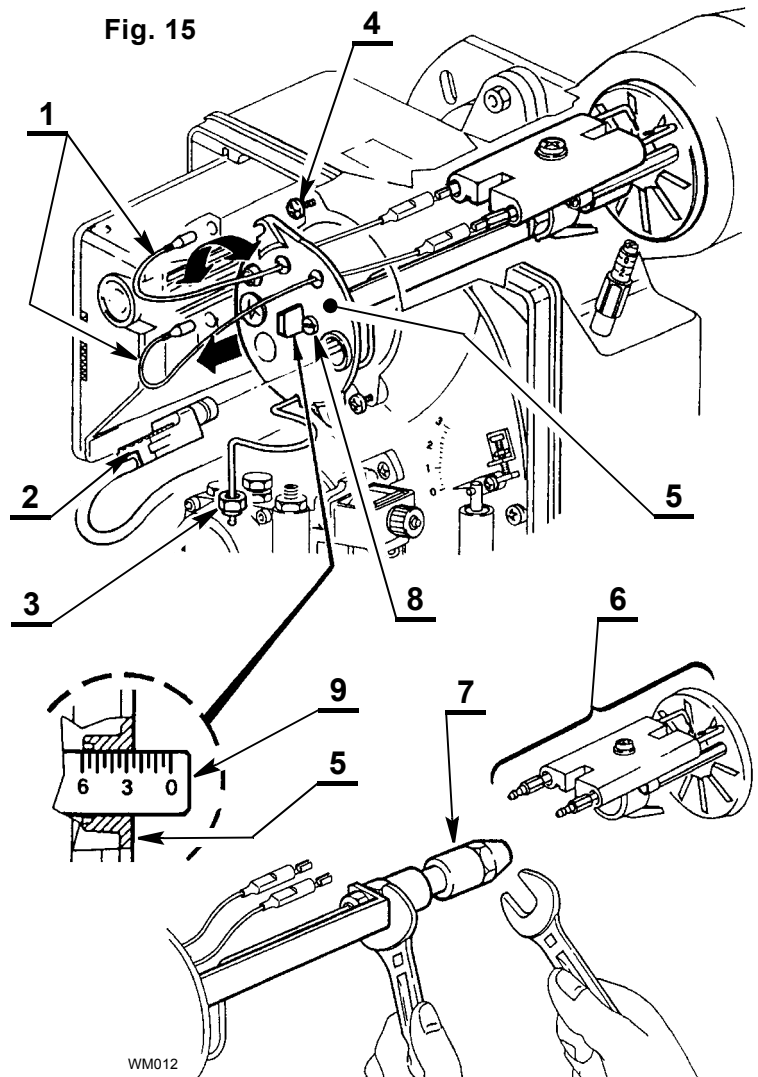

Fig. 15
4.4 POSITION D'ENTRETIEN, (voir fig. 15)
4.5 RÉGLAGE DE LA TÊTE DE COMBUSTION, (voir fig. 15)
- Vérifier si la tête de combustion (fig. 15 page 9) et le volet d'air (fig. 13 page 8) sont réglés correctement.
- Remplacer le gicleur (fig. 15, page 9) si nécessaire et contrôler si les électrodes sont placées correctement (fig. 7, pag. 5).